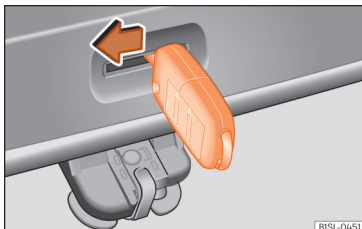

Abb. 8 Vom Gepäckraum aus: Heckklappe notentriegeln.
- Schlüsselbart in die Öffnung in der Heckklappe » » » Abb. 8 stecken und Entriegelungs-